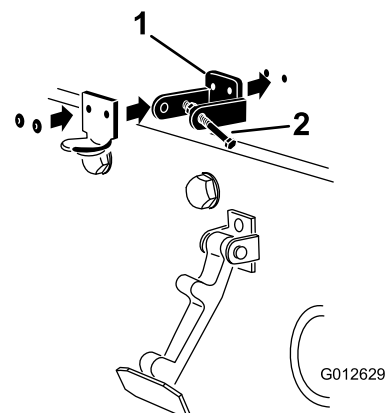

Figura 6
6. Remache el seguro de cierre, el cerradero y las arandelas al capó (Figura 6).